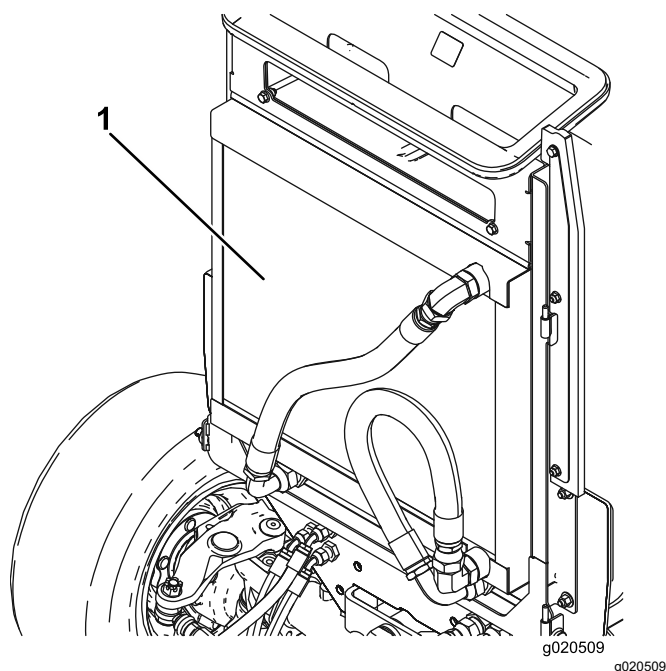

図 116
4. オイルクーラとラジエーターの両方の裏表 図 116を圧縮空気で丁寧に清掃する。前側から清掃を始め、車体後方に向けてごみを吹き飛ばす。その後、今度は後ろ側から前側に向かって吹きつけ